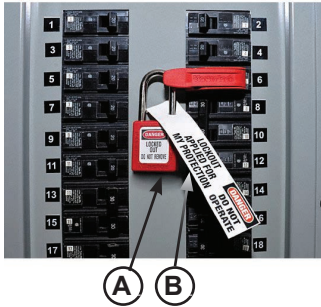

Figura 27
Cuando trabaje con controles electrónicos o eléctricos, asegúrese de que se haya etiquetado (A) y bloqueado (B) la fuente de alimentación conforme a los reglamentos de la OSHA* y los códigos eléctricos locales aprobados, consulte la Figura 27.